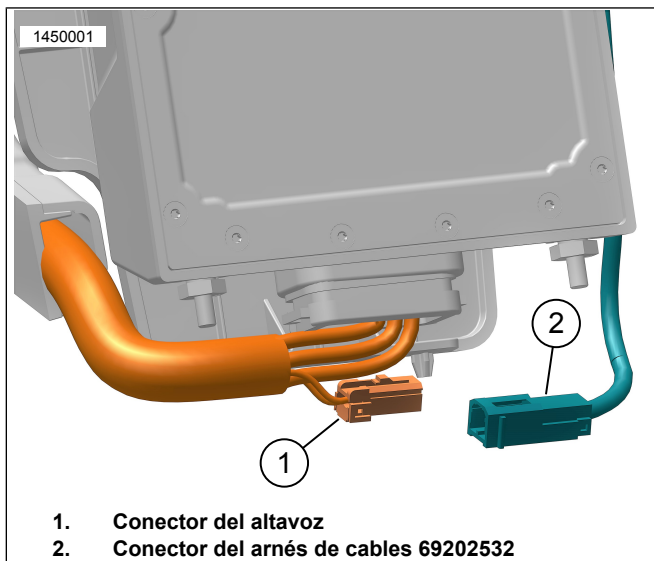

Figura 7. Conecte el altavoz de la alforja izquierda, la derecha es similar
- b. Figura 7 Conecte el conector del arnés de cables (2) al conector del altavoz (1).